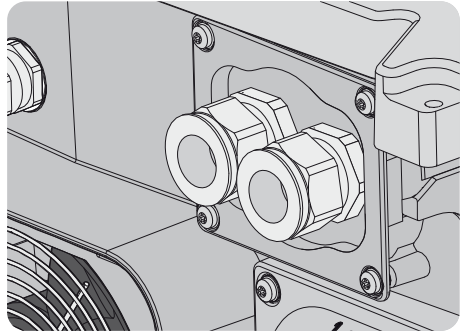

Abbildung 2.20 DC-Kabelverschraubung
- Die Kabel über Kabelverschraubungen durch die Unterseite des Wechselrichters führen. Siehe Abbildung 2.20.